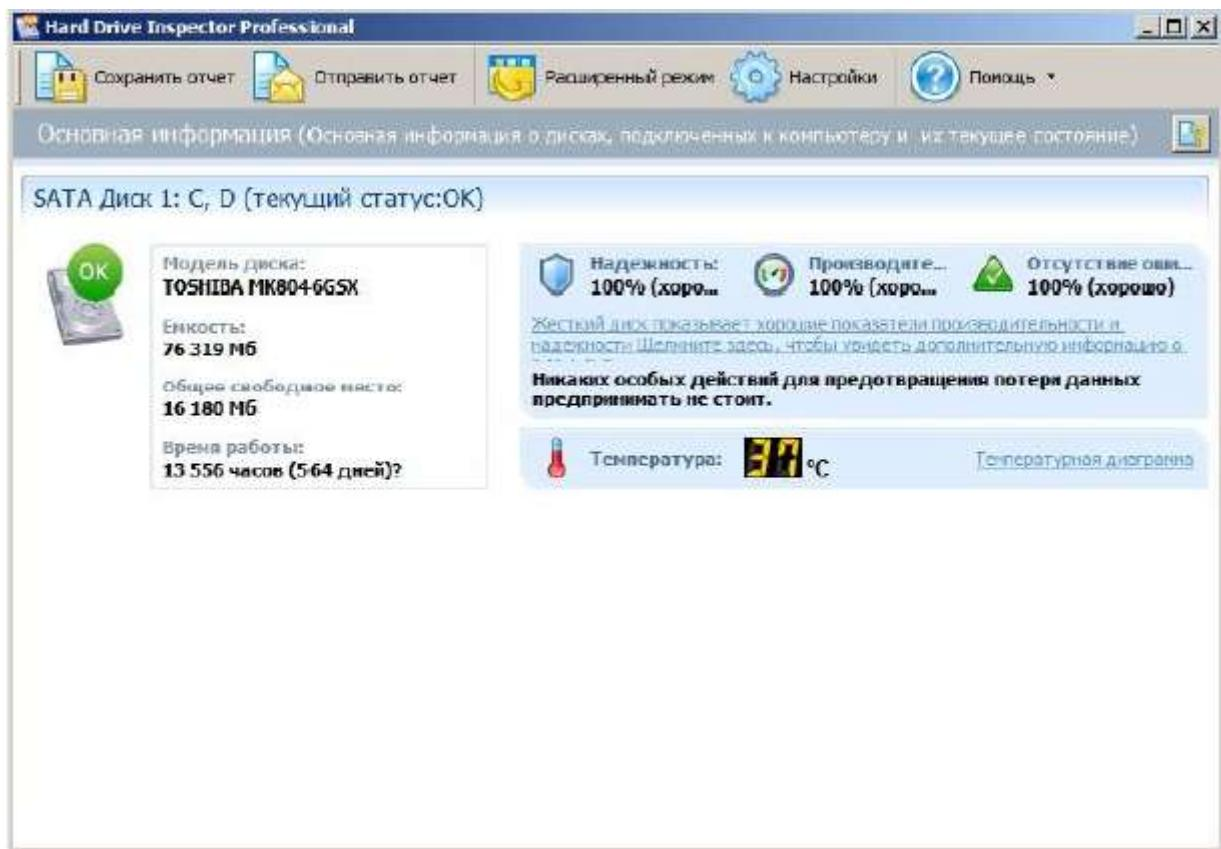

Рисунок 1 – Главное окно программы
1.1.1 Запустите программу Hard Drive Inspector (рис. 1).